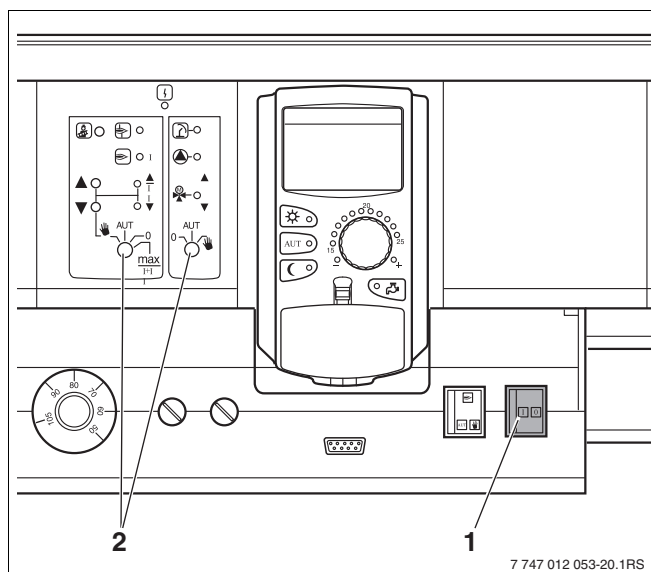

Fig. 8 Interruttore di esercizio
- Verificate, che l'interruttore di esercizio sull'apparecchio di regolazione (→ fig. 8, [1]) e l'interruttore manuale sui moduli utilizzati (→ fig. 8, [2]) siano disposti su "I" e "AUT".
- Inserite l'apparecchio di regolazione, portando l'interruttore d'esercizio su "I" (→ fig. 8, [1]).
- Disinserite l'apparecchio di regolazione, portando l'interruttore d'esercizio su "0" (→ fig. 8, [1]).